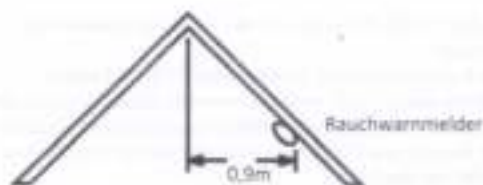

Abbildung 3:
- Bei Dachschrägen sollte ein Abstand von 0,9m horizontal vom höchsten Punkt der Decke eingehalten werden. Siehe Abbildung 3.